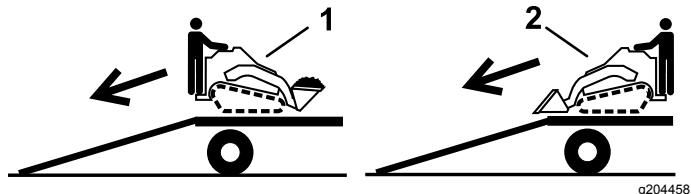

Figura 37
2. Scaricate la macchina dal rimorchio con l'estremità più pesante sulla rampa, trasportando i carichi verso il basso (Figura 37).